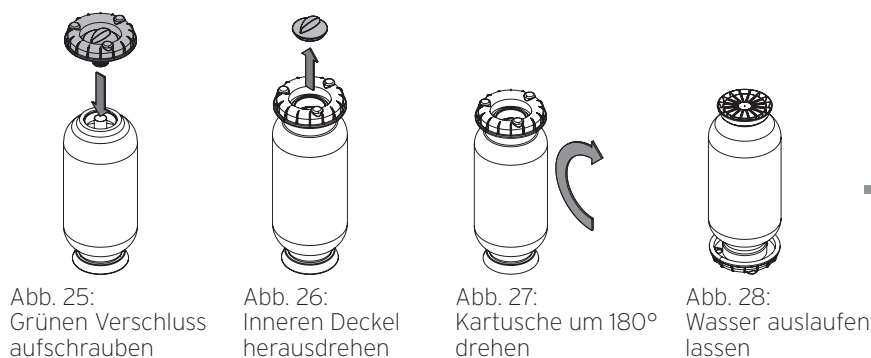

Abb. 25:
- Abb. 24: nun den Kartuschenwechsel vornehmen gemäß Abb. 25 - Abb. 28. Anschließend die ✓-Taste drücken zur Bestätigung des erfolgten Wechsels.